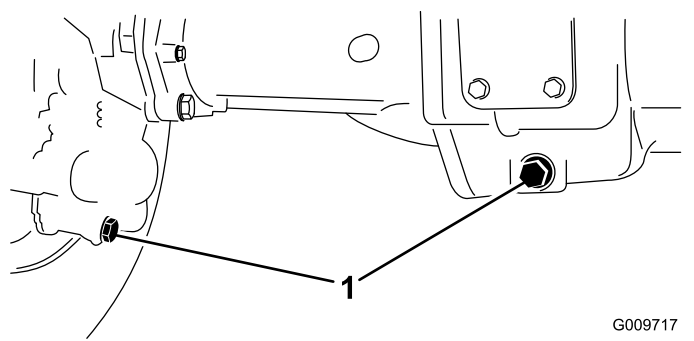

Рисунок 67
2. Очистите область вокруг трех сливных пробок, по одной на каждом конце и одной в центре (Рисунок 67).